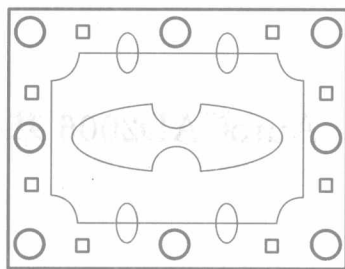

图 1-1 图形的选择方法
6. 如图 1-1 所示,选中图所有的圆形,最好的选择方法是( )。